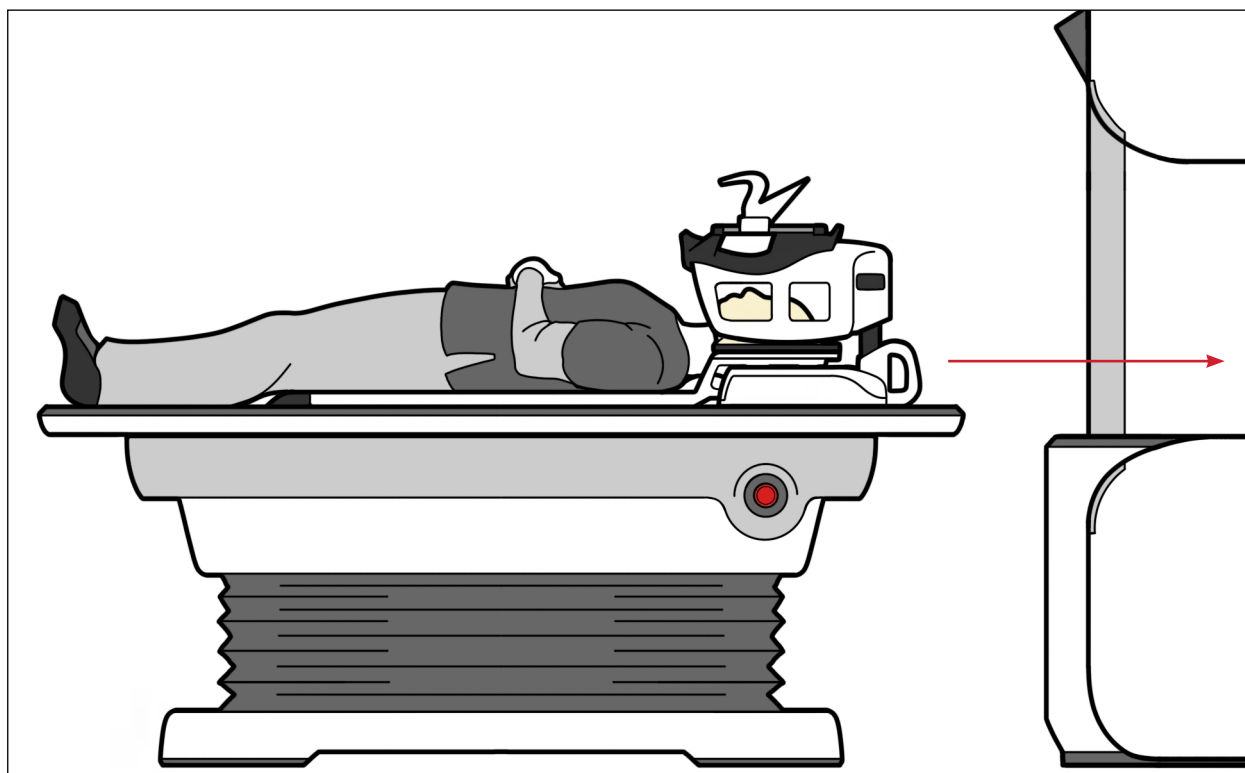

Рис. 12
12. Поместите пациента в туннель МР-томографа для визуализации (рис. 12).